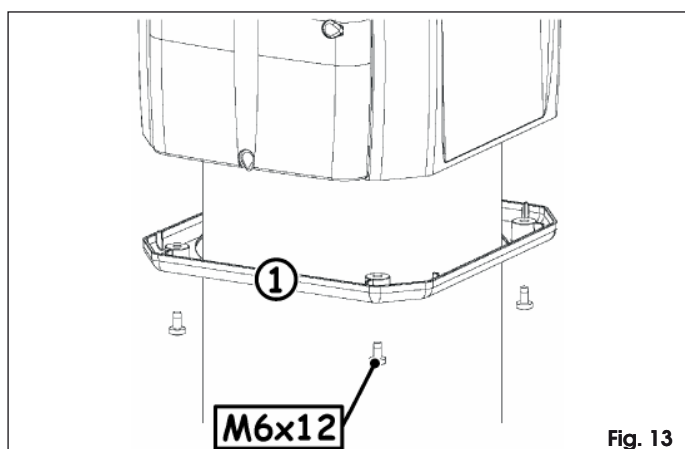

Fig. 13
- Coloque el cárter inferior Fig. 13, ref. ①, y fíjelo utilizando los cuatro tornillos suministrados en dotación.